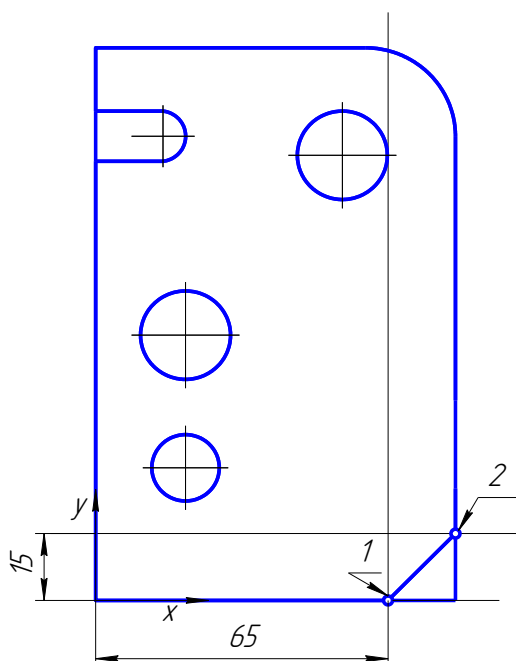

Рис. 4
8. Срезаем правый нижний угол пластины (рис. 4). Вызовите команду  **Отрезок**. На **Панели свойств** задайте начальную точку отрезка **т.1** $x = 65$, $y = 0$ и конечную точку **т.2** $x = 85$, $y = 15$.